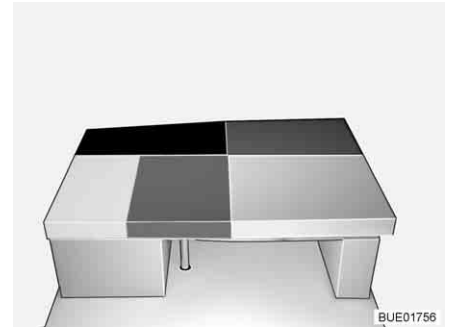

Bild 133 Nach dem Umbau
- Das Rückenpolster der Sitzbank auf den Tisch legen (vor das Sitzpolster der Sitzbank, siehe Bild 133).
- Das Rückenpolster der Seitensitzbank zwischen das Sitzpolster der Seitensitzbank und die Wand legen (siehe Bild 133).